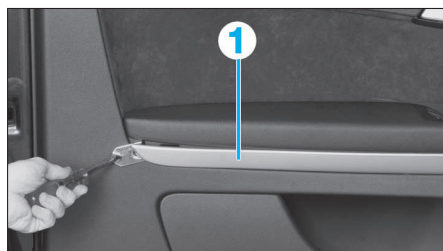
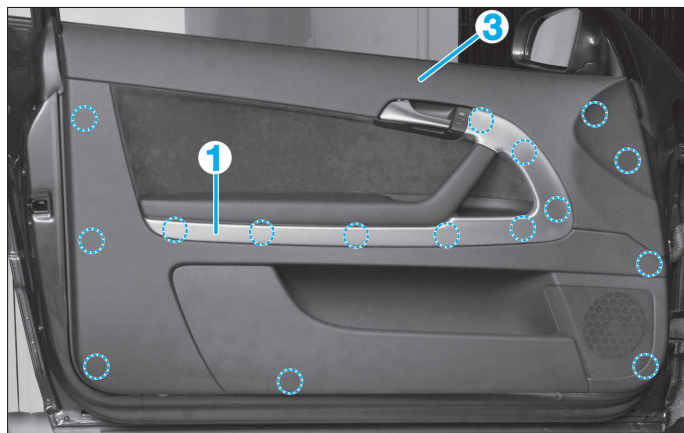

FIG. 51
FIG. 53
- Dégrafer l'enjoliveur (1) (Fig.51) et (Fig.53).
- Dégrafer le bas puis les côtés de la garniture de porte (3) à l'aide d'une pince de démontage (Fig.53).